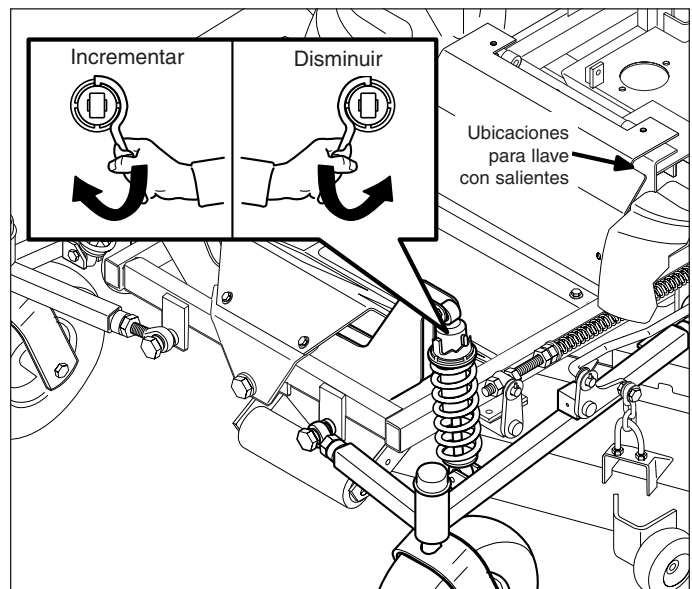

Figura 25. Ajuste de resorte amortiguador
2. Vea la Figura 25. Con la llave con salientes que se provee (p/n 22853), inserte la punta de la llave en la muesca del ajuste de precarga. Mientras sostiene la llave en el lugar con una mano, gírela A LA DERECHA para incrementar la precarga y A LA IZQUIERDA para disminuir la precarga. Asegúrese de que los amortiguadores estén ajustados con la misma precarga.